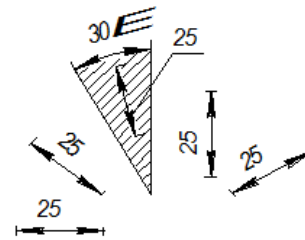

Рис.1.7
9. Размерные числа линейных размеров при различных наклонах размерных линий располагают, как показано на рис. 1.7. Если необходимо указать размер в заштрихованной зоне, то размерное число наносят на полке линии – выноски.